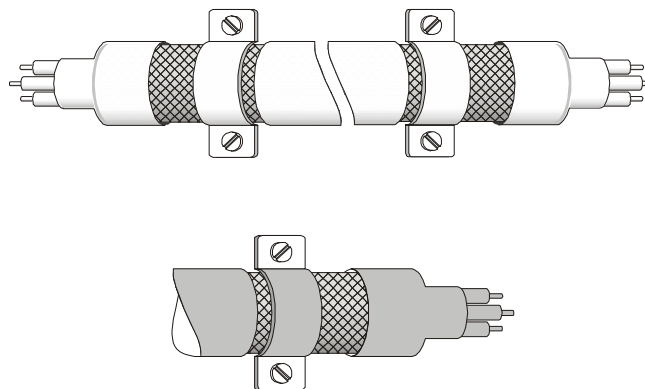

图 2
- ☑ 马达线的隔离铜网与金属板的连接方式需正确，应将马达线两端的隔离铜网使用 U 型金属配管支架与金属板固定，正确连接方式请见图 2 中的连接方式。